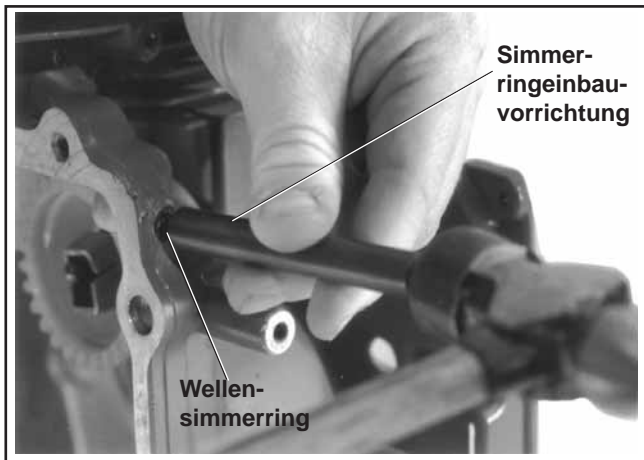

Abbildung 11-2. Drehzahlreglerwellensimmerring.
3. Bauen Sie mit einer **Simmerringeinbauvorrichtung** einen neuen Drehzahlreglerwellensimmerring in das Kurbelgehäuse ein. Siehe Abbildung 11-2.